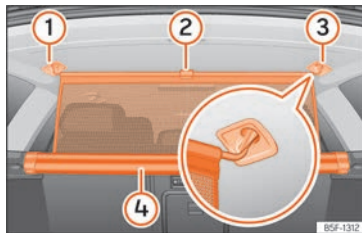

Fig. 139 En el maletero: enganchar la red de separación.
- Tire hacia arriba de la lengüeta »» fig. 139 ② para sacar la red de la carcasa ④.
- Enganche la red de separación en el lado derecho o izquierdo ③ (imagen ampliada).
- Enganche la red de separación en el alojamiento del otro lado ① estirando la barra.